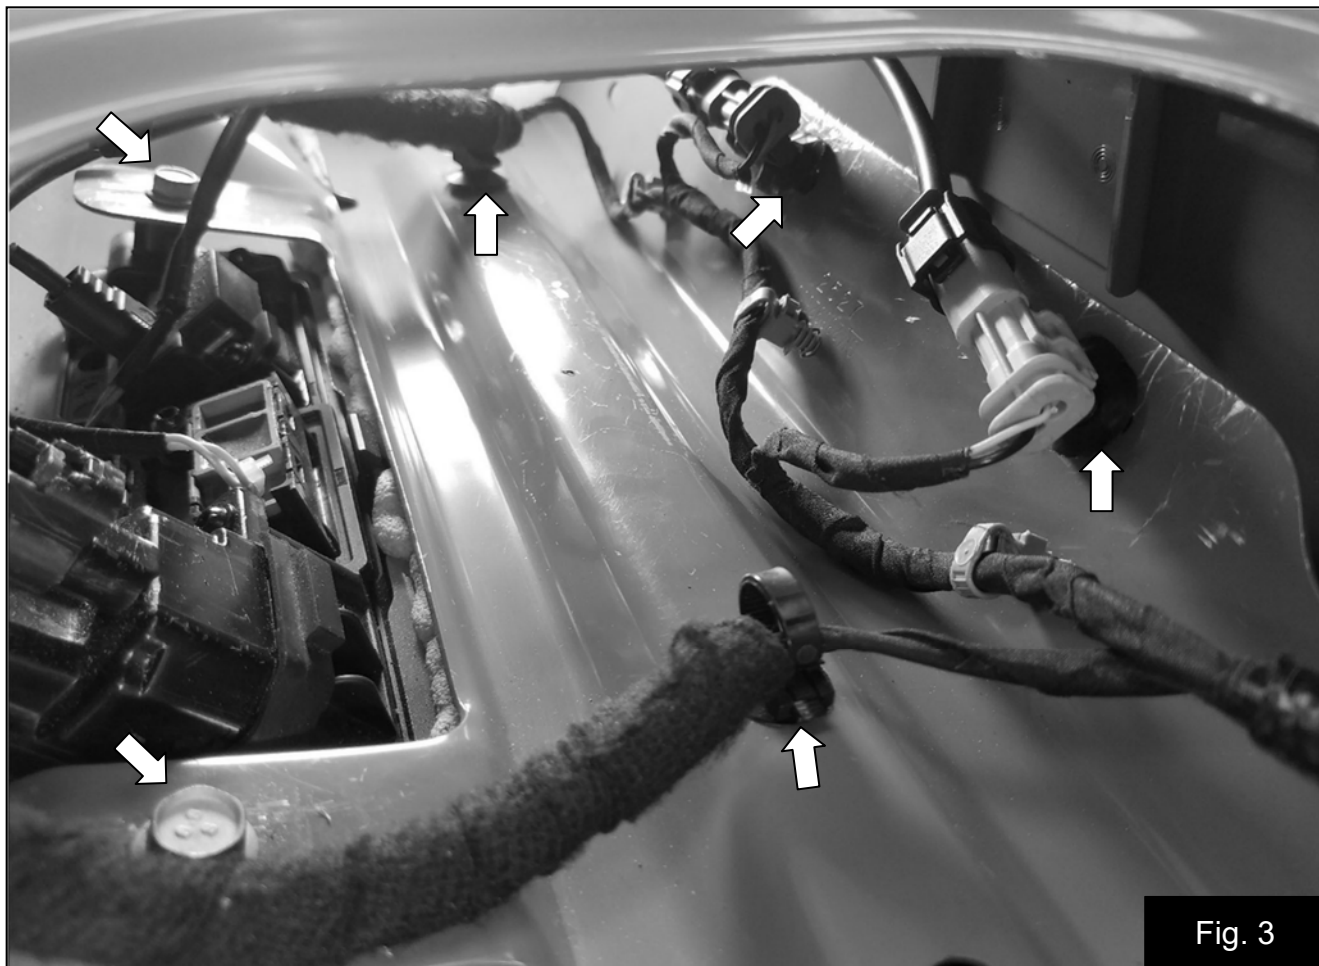

Fig. 3
4. Afloje los dos pernos que aseguran la manija de la compuerta trasera. (Imagen 3)
5. Retire las abrazaderas de cables que se indican. (Imagen 3)
4. Desserrez les deux boulons de fixation de la poignée du hayon. Fig. 3
5. Retirez les attaches de câbles indiquées. Fig. 3